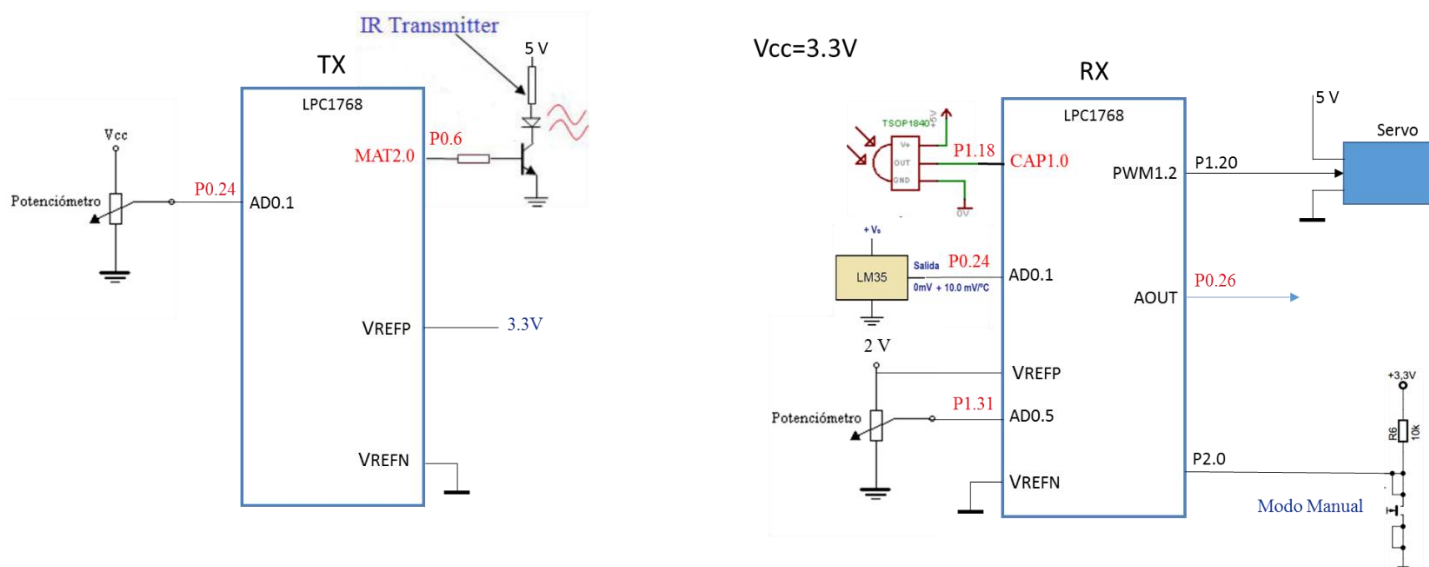

Figura 1. Diagrama de bloques del sistema
El diagrama de bloques de la figura 1 muestra un sistema de control a distancia por infrarrojos de un servomotor basado en el LPC1768 (Fcpu=100Mhz). El sistema consta de un módulo transmisor y un módulo receptor. El módulo transmisor (TX) dispone de un potenciómetro que permite controlar la posición del servomotor conectado al módulo receptor (RX) en un rango de 0 a 180° variando su recorrido.